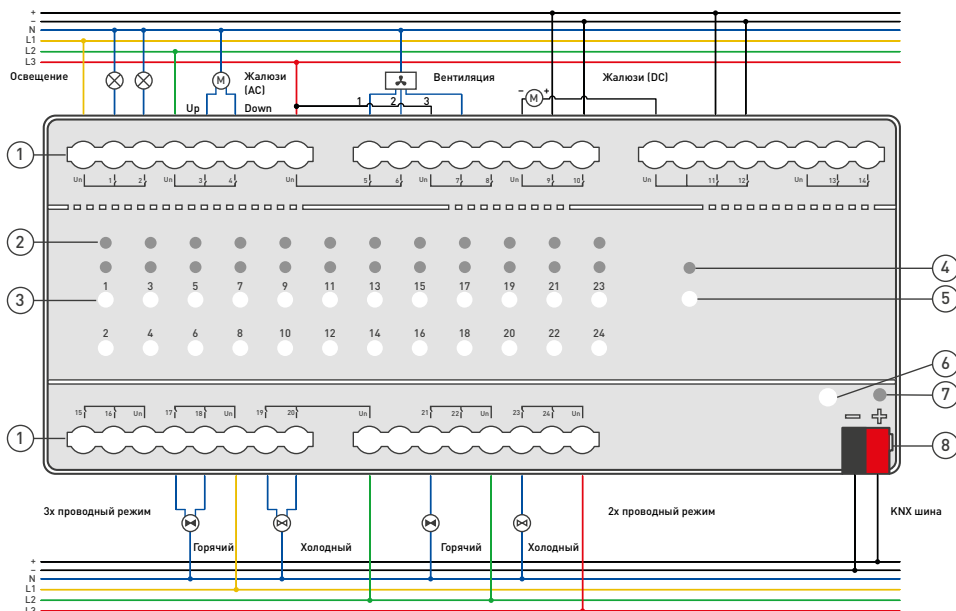

Рисунок 1. Пример подключения релейного модуля для управления освещением, жалюзи, отоплением, вентиляцией и кондиционированием.
- 3.3. Подключите шину данных KNX (красный и черный провода в кабеле KNX) к соответствующим клеммным колодкам, соблюдая полярность и цвета проводов, затем подключите силовые клеммы в соответствии с проектом, см. Рисунок 1.